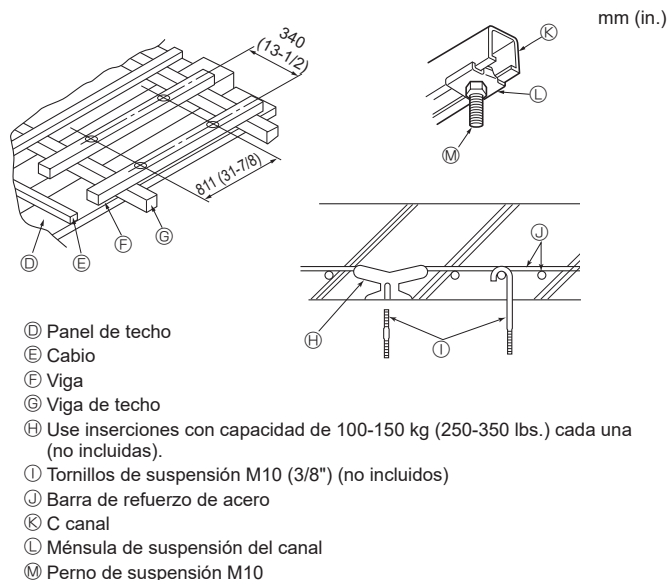

Fig. 2-4
① Estructuras de madera (Fig. 2-4)
② Estructuras de hormigón armado